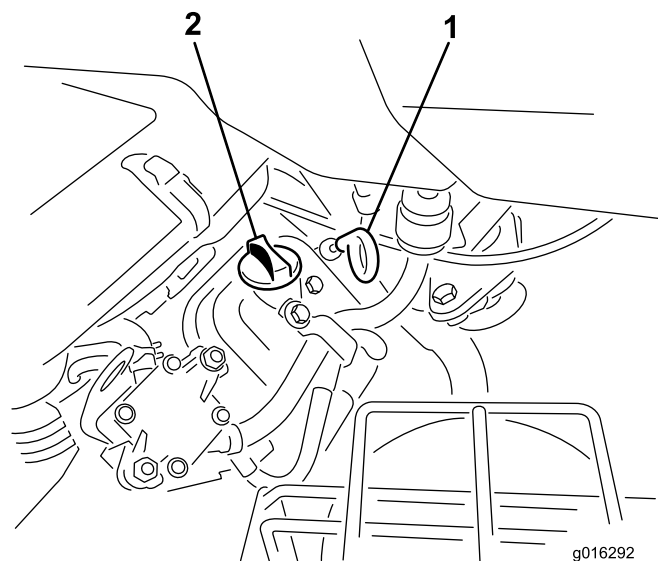

図 28
2. ディップスティックを抜きウェスで一度きれいに拭く。ディップスティックを、チューブの根元までもう一度しっかりと差し込む 図 28。